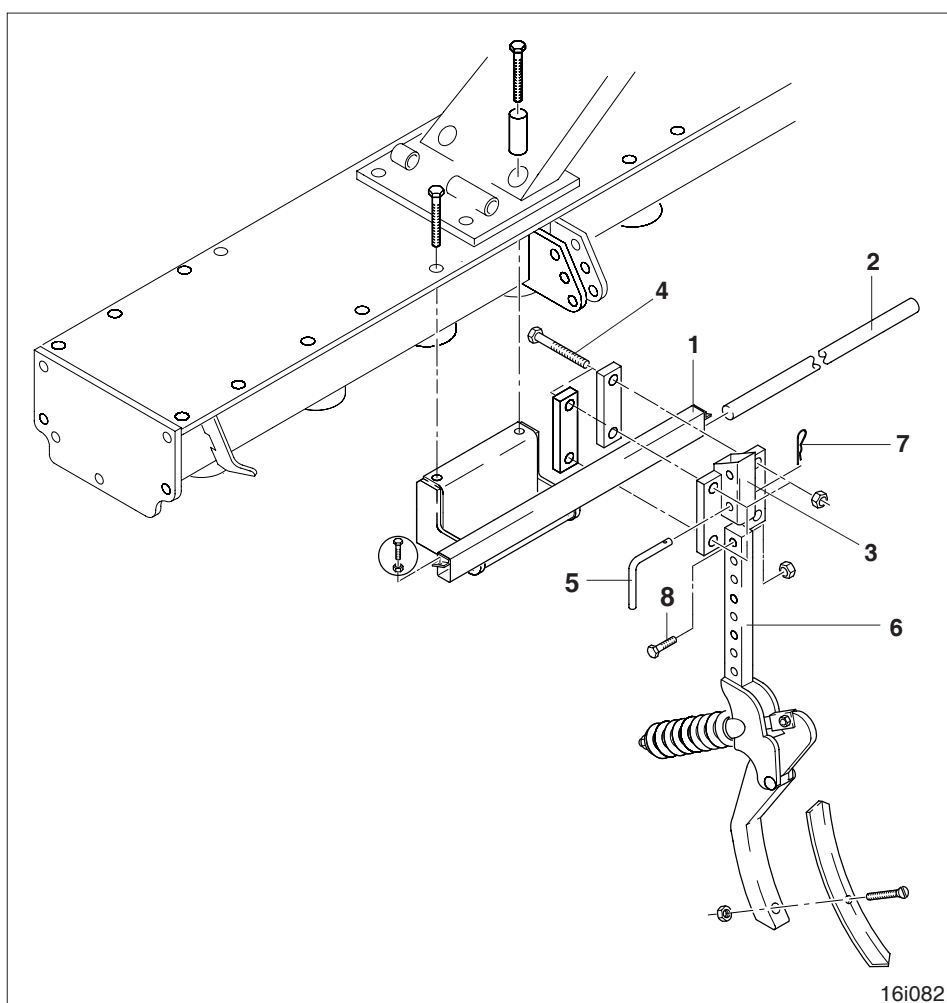
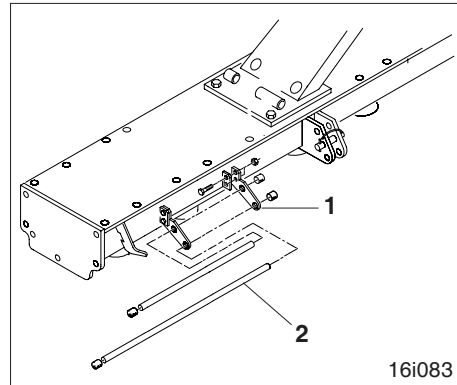
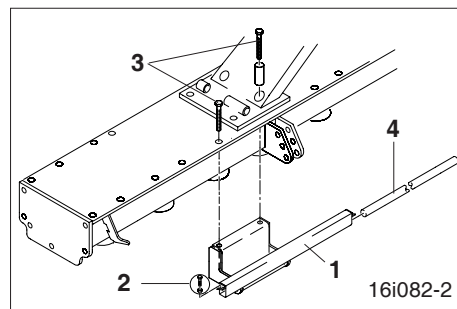

Fig. 15.1
Fig. 15.2
Fig. 15.3
Sollen die Spurlockerer demontiert werden, müssen Trägerrohr (Fig. 15.1/1) und Schutzrohr (Fig. 15.1/2) an der Bodenbearbeitungsmaschine verbleiben oder die Bodenbearbeitungsmaschine mit Werkzeug-Schutzbügeln (Fig. 15.2) ausgerüstet werden! Ohne Schutzvorrichtung darf die Bodenbearbeitungsmaschine nicht in Betrieb genommen werden!
Vor dem Abstellen der Bodenbearbeitungsmaschine Spurlockererzinken (Fig. 15.1/6) ganz oben in der Halterung (Fig. 15.1/3) befestigen, um Beschädigungen der Spurlockerer zu vermeiden.
Bei Lieferung sind zwei Schlepperspurlockerer (Fig. 15.1) an der Bodenbearbeitungsmaschine befestigt.
- Halterung (Fig. 15.1/3) auf dem Trägerrohr (Fig. 15.1/1) in die richtige Position (Schlepperspur) schieben. Skt.-Schrauben (Fig. 15.1/4) zuvor lösen und anschließend wieder fest anziehen.
- Die Arbeitstiefe der Spurlockererzinken ist einstellbar. Zur Einstellung der Arbeitstiefe ist der Bolzen (Fig. 15.1/5) in die erforderliche Bohrung von Halterung (Fig. 15.1/3) und Spurlockererzinken (Fig. 15.1/6) einzustecken und mit einem Federstecker (Fig. 15.1/7) zu sichern.
Die Sicherungsschraube (Fig. 15.1/8) verhindert, daß der Spurlockererzinken durch den Bügel der Halterung (Fig. 15.1/3) fällt und verloren geht, wenn sich der Bolzen (Fig. 15.1/5) lösen sollte.
Die an der Bodenbearbeitungsmaschine befestigten Werkzeug-Schutzbügel (Fig. 15.2) im Bereich der Schlepperräder demontieren.
Schutzhalter (Fig. 15.2/1) von den Schutzrohren (Fig. 15.2/2) abziehen und Schutzrohre (Fig. 15.3/4) in die Trägerrohre (Fig. 15.3/1) schieben und mit jeweils zwei Skt.-Schrauben (Fig. 15.3/2) zunächst leicht festklemmen.
Dargestellt ist die Montage des in Fahrtrichtung gesehen rechten Trägerrohres (Fig. 15.3/1).
Jedes Trägerrohr (Fig. 15.3/1) ist mit zwei Deckelbefestigungsschrauben (Fig. 15.3/3) an der Bodenbearbeitungsmaschine anzuschrauben. Die vorhandenen Deckelbefestigungsschrauben (Fig. 15.3/3) zuvor gegen die mitgelieferten längeren Skt.-Schrauben austauschen.
Zum Schutz vor den rotierenden Bodenbearbeitungszinken sind die Schutzrohre (Fig. 15.3/4) in den Trägerrohren (Fig. 15.3/1) entsprechend auszurichten und mit jeweils zwei Skt.-Schrauben (Fig. 15.3/2) festzuklemmen.
Schlepperspurlockererzinken (Fig. 15.1/6) mit Halterung (Fig. 15.1/3) nach Kap. 15.1 montieren.